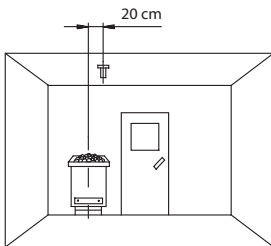

Abb. 7
Beachten Sie bitte, dass sich nachfolgende Maßangaben auf die Werte beziehen, die bei der Geräteprüfung nach EN 60335-2-53 vorgegeben wurden. Grundsätzlich muss der Ofenfühler an der Stelle montiert werden, an der die höchsten Temperaturen erwartet werden. Einen Überblick über den Montageort des Fühlers geben Ihnen die Abb. 7 - 9.
1. Der Ofenfühler wird in Kabinen bis zu der Größe von  $2 \times 2 \text{ m}$  gemäß Abb. 7 und 8 montiert, in größeren Kabinen gemäß Abb. 7 und 9 montiert.